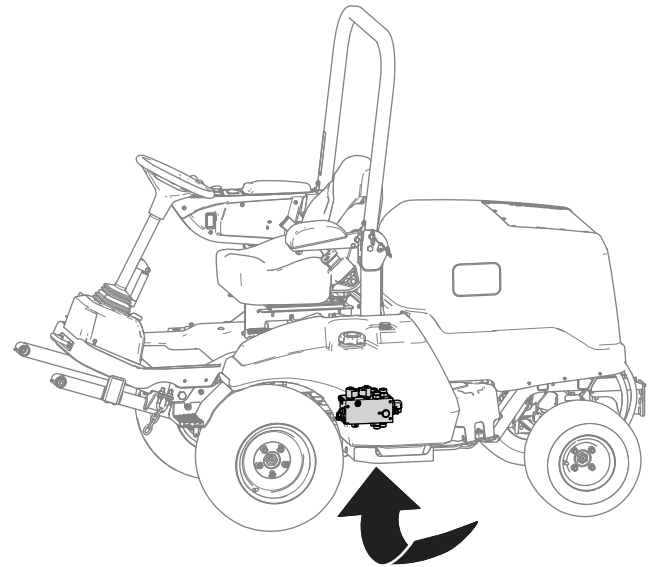

Figura 21
3. Localice el distribuidor de elevación desde debajo de la máquina (Figura 21).